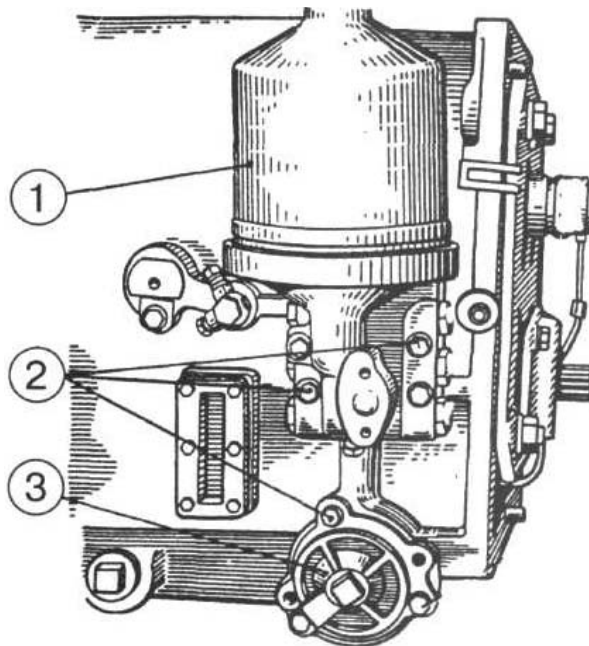

Рисунок 4.30
4) отверните болты (2) (**рисунок 4.30**), снимите фильтр-распределитель (1), сетчатый фильтр (3) и прокладки;